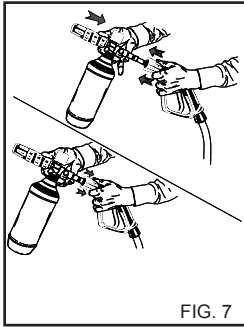
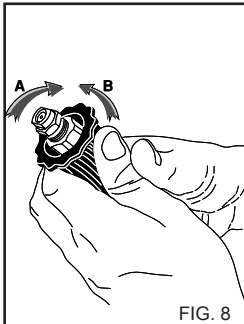

FIG. 7
FIG. 8
2) Ta av forlengelsen på håndtaket og sett inn settet for sprut av vaskemidler (fig. 7), start opp høytrykksvaskeren og sprut overflaten som skal vaskes nedenfra og oppover. For versjoner med oppsuging av vaskemidler, aktiver oppsugingskommandoen som er plassert på lansens (fig. 8). La virke i noen minutter.
4) Etter bruk med vaskemiddel må du skylle oppsugingskretsen. Stikk oppsugingsslangen for vaskemiddel (fig. 8) inn en beholder med rent vann og sett i gang pumpen i 1 minutt med lansens i utførselsmodus.
**BRUK AV DET REGULERBARE HODET (Fig. 8).**